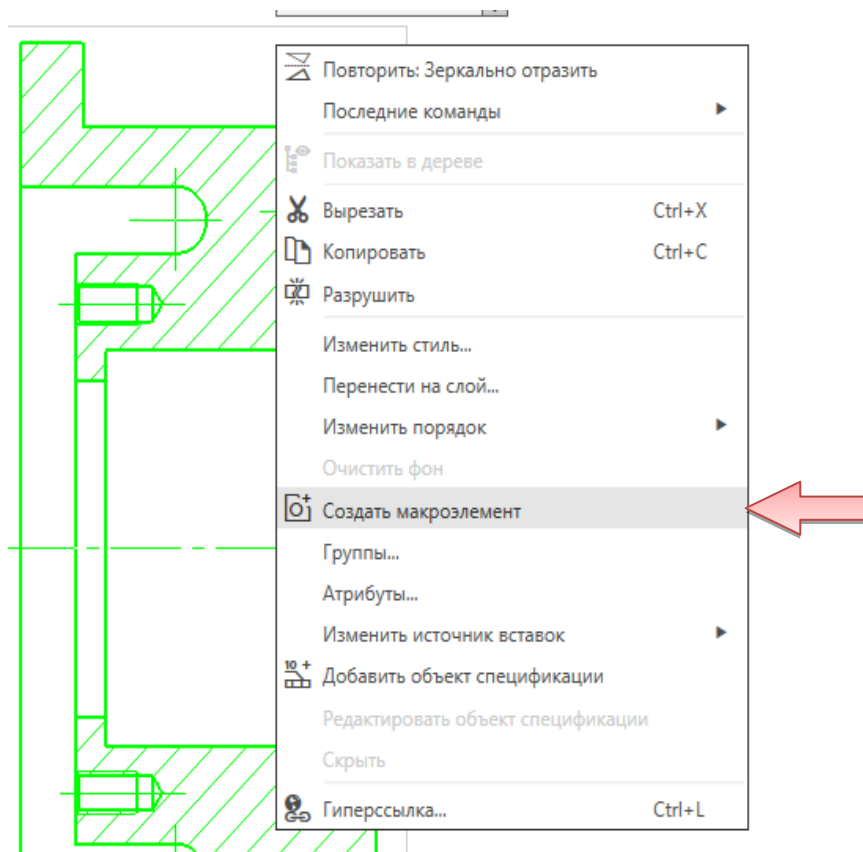

Рис. 2.13. Создание макроэлемента
- Из контекстного меню (правая кнопка мыши) выполните команду «Создать макроэлемент» (рис. 2.13).
- Из контекстного меню (правая кнопка мыши) выполните команду «Создать макроэлемент» (см. рис. 2.13).